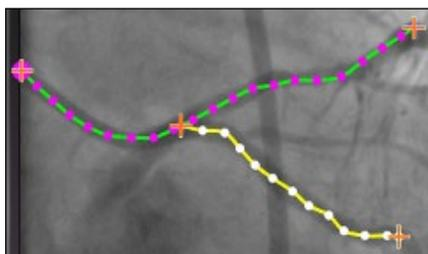

Figure 132. Branche terminée s'affichant en mode sélectionné
Étape 3 (et Figure 131 Figure 132)
- ② Si un point de départ est choisi sur la courbe et qu'il doit être annulé, cliquez avec le bouton droit pour faire disparaître le point. Ceci ne s'applique que lorsqu'une branche ou un tronc est commencé(e). En cas de début sur un point existant, cliquez ailleurs avec le bouton droit de la souris pour désélectionner le point. Lorsque vous terminez le tracé en double-cliquant sur le point distal, la branche s'affiche en mode sélectionné (jaune et blanc) (Figure 132).